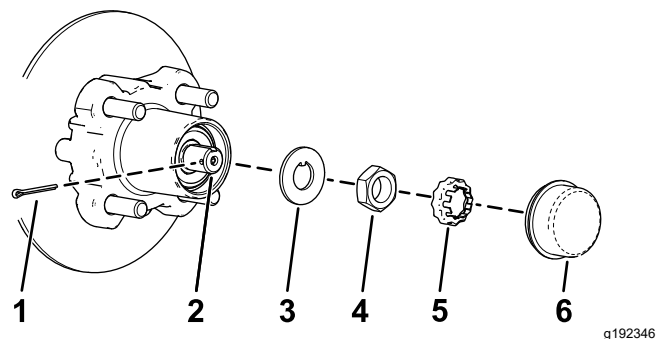
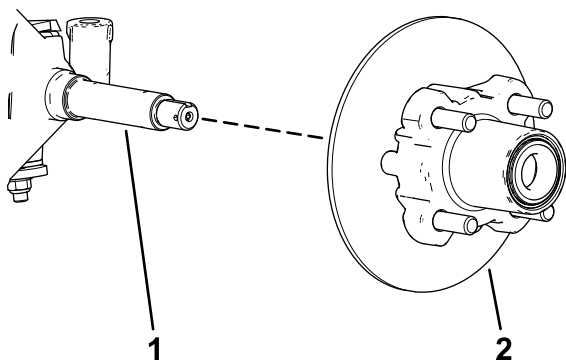

Figure 33
Figure 34
4. Déposez le couvre-moyeu du moyeu (Figure 33).
5. Retirez la goupille fendue et l'arrêt d'écrou de la fusée et de son écrou (Figure 33).
6. Retirez l'écrou de la fusée et déposez l'ensemble moyeu et disque de la fusée (Figure 33 et Figure 34).